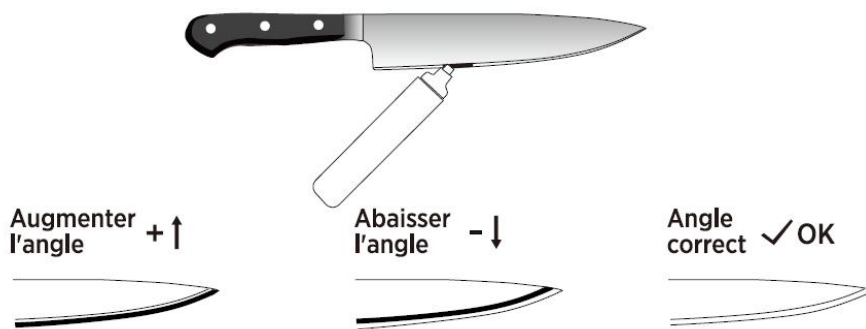

Fig. 11
Appliquez un marqueur sur le tranchant. Ajustez la barre de support vers le haut ou vers le bas si nécessaire et aiguisiez doucement le tranchant. Lorsque le marqueur est complètement enlevé, révélant un tranchant net (voir Fig. 11), la valeur de l'angle sur l'échelle (A ou B) indique l'angle de meulage correct.
3. Tournez le bouton de verrouillage de l'angle pour déplacer la barre de support vers le haut ou vers le bas si nécessaire et aiguisiez doucement le tranchant. Lorsque le marqueur sur la lame est complètement enlevé, il révèle un tranchant net (Voir Fig. 11).